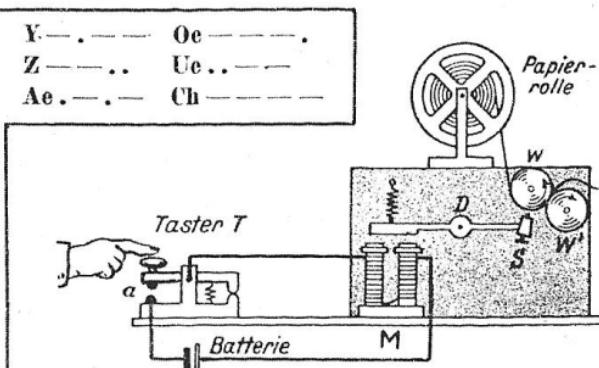

Bild 742. Morse-Telegraph.
1. Der Morsetelegraph (Bild 742). a) In der Sendestelle wird durch Niederdrücken eines Tasters der Strom einer Batterie geschlossen.